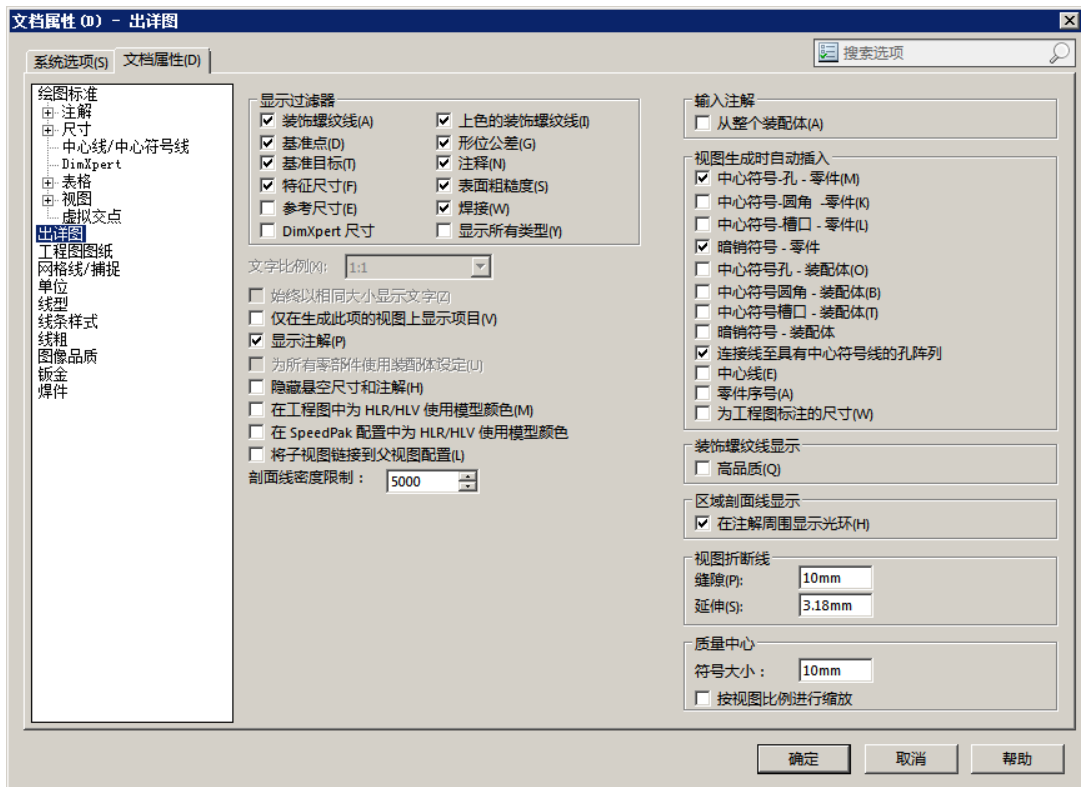

图 6.1.20 “文档属性 (D) — 出详图”对话框
Step4. 在 **文档属性(D)** 选项卡的左侧选择 **出详图** 选项, 在“文档属性 (D) — 出详图”对话框中设置参数如图 6.1.20 所示, 单击 **确定** 按钮。